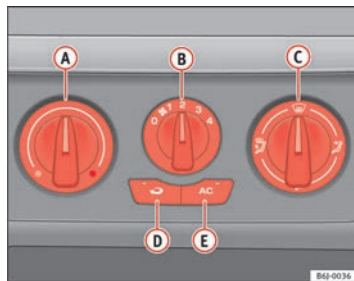

Fig. 91 Sulla plancia portastrumenti: i comandi dell'aria condizionata
- Disattivare l'impianto del condizionatore con il tasto ⇒ fig. 91 **AC** (si spegne la spia del tasto).
L'uso della funzione di ricircolo $\Rightarrow$ pag. 131, fig. 91  (spia nel tasto accesa) impedisce la penetrazione di cattivi odori all'interno dell'abitacolo. Questa funzione è particolarmente utile nelle gallerie e quando si è fermi in coda.